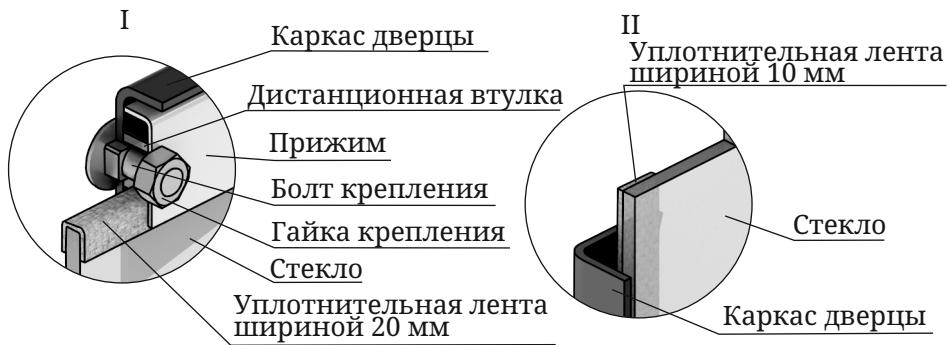

Рисунок 12. Крепление светорозрачного экрана дверцы модификации «Люмина»
1. Открутите две гайки, фиксирующие прижим (рисунок 12.I), и демонтируйте его и дистанционные втулки.
лента шириной 20 мм наклеивается сверху и снизу стекла «П»-образно (рисунок 12.I), лента шириной 10 мм наклеивается вертикально, вдоль боковых сторон стекла (рисунок 12.II).
4. Вставить стекло в упор, при этом лента наклеенная с боковых сторон (вертикальная) должна быть зажата между стеклом и каркасом дверцы (рисунок 12.II).
Внимание! Гайки крепящие прижим накручиваются на болты крепления через дистанционные втулки (рисунок 12.I).